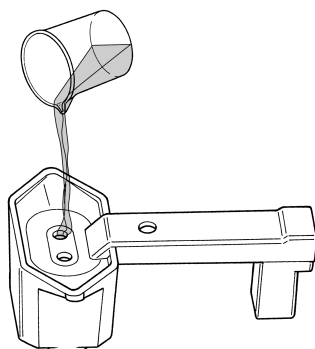

Figure 9
Une portion du deuxième échantillon de carburant est versée du becher dans l'orifice d'essai du carburant. L'entonnoir/bol du testeur ne doit pas nécessairement être complètement rempli pour que l'essai soit précis. Vingt (20) millilitres de carburant sont suffisamment pour effectuer cet essai. (Cf. Figure 9). Le carburant peut pénétrer dans la cellule d'essai par n'importe lequel des deux orifices d'essai du carburant. Vous saurez notamment que vous avez suffisamment de carburant dans le testeur lorsque le carburant atteint le haut de chaque orifice d'essai du carburant.